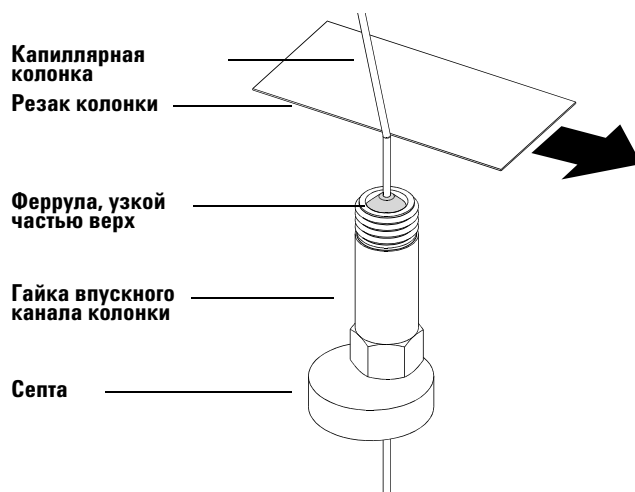

Рис. 7 Подготовка капиллярной колонки к установке
- 1 Наденьте септу, гайку колонки и феррулу нужного диаметра на свободный конец колонки (**Рис. 7**). Зауженный конец феррулы должен находиться в обратном направлении по отношению к гайке колонки.